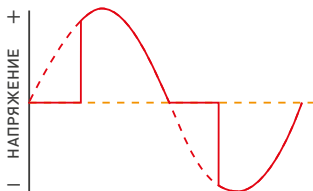

Рис. 2.
- 3.9. Светорегулятор работает по отсечке переднего фронта. Режим предназначен для работы с индуктивной нагрузкой, а также допускает использование резистивной нагрузки, например, ламп накаливания (рис. 2).